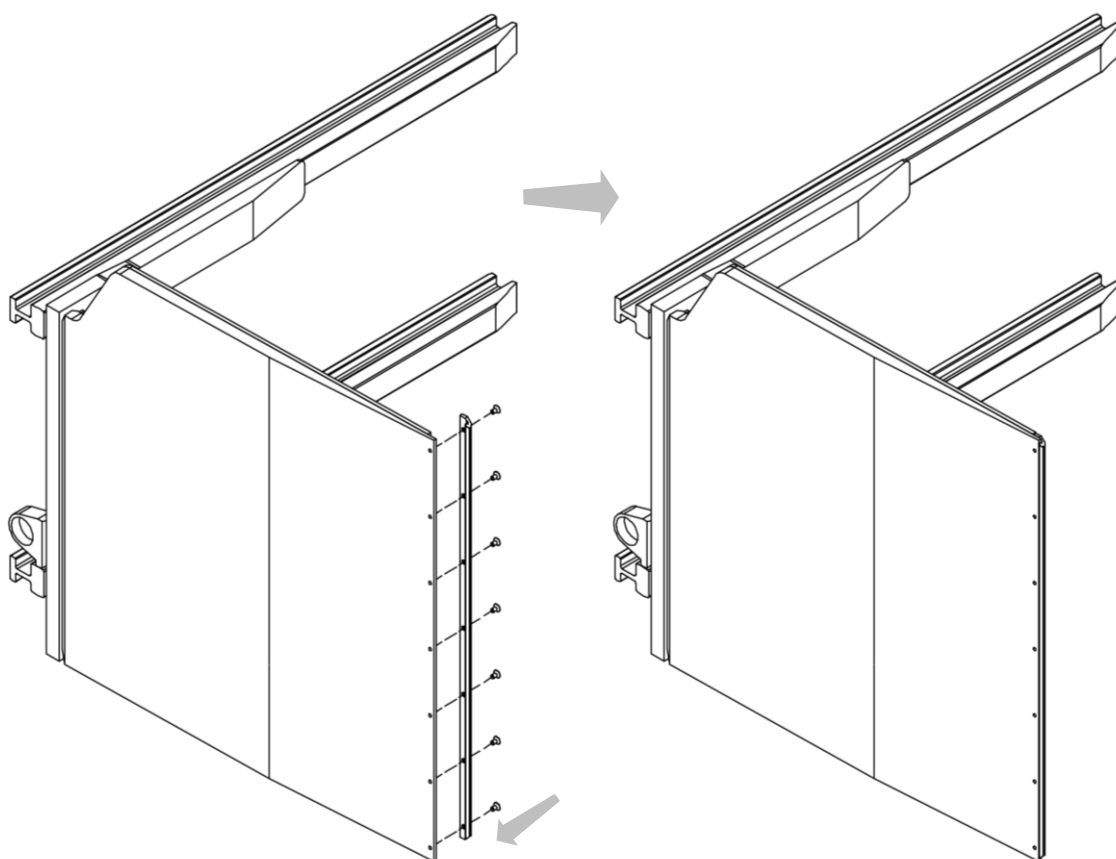

Figura 34
2. Montare le punte di protezione sulle ganasce (vedi *Figura 34*).